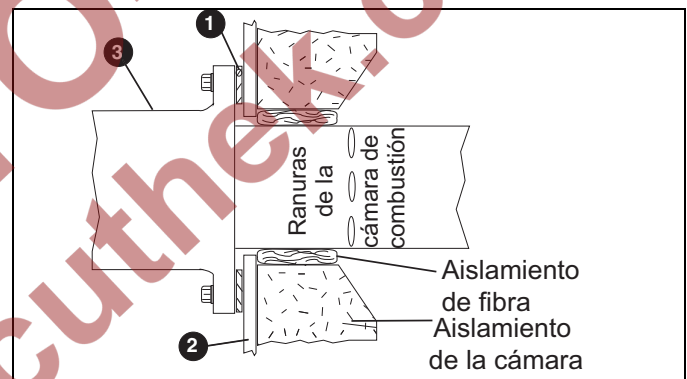

Figura 3.4. Tubo de combustión de aleación
1. Asegúrese de que la junta de estanqueidad ① esté colocada entre el quemador ③ y la pared de la cámara ②. Consulte la figura 3.4.
2. Aplique aislamiento de fibra alrededor del tubo hasta llegar a la altura de las ranuras de la cámara de combustión, como se muestra en la figura 3.4.